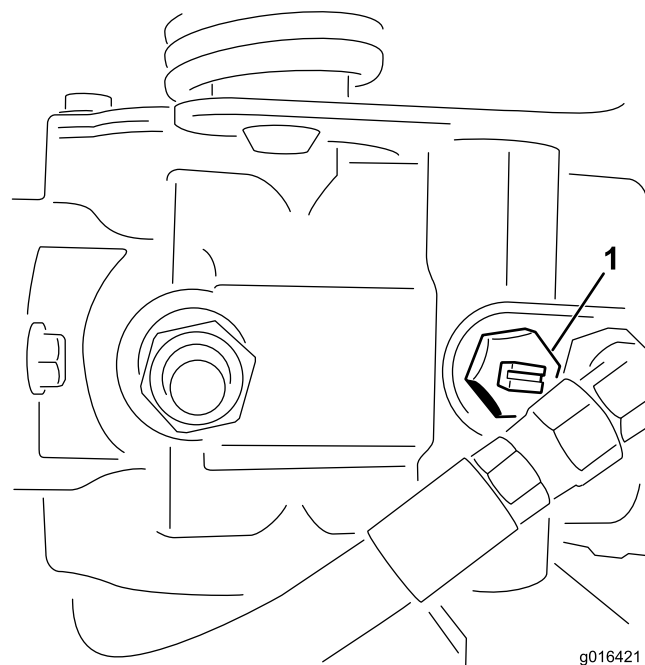

図 32
- 油圧ポンプについているバイパスバルブ（図 32）の溝が「縦」になるようにバルブを回転させる。
- エンジンを始動する前に、必ずバイパスバルブを閉じる（溝が横向きになる）（図 32）。